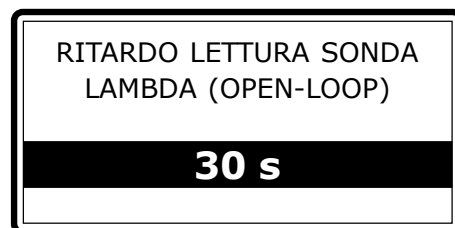

Fig. 29
- dal momento che si è avviato il motore, verificare quanto tempo impiega la tensione a passare da fissa a 0,8 V ad oscillante tra 0,2 V a 0,8 V. Questo sarà il tempo che dovrà essere inserito nel "**RITARDO LETTURA SONDA LAMBDA**" (Fig. 29) aumentato di qualche secondo.